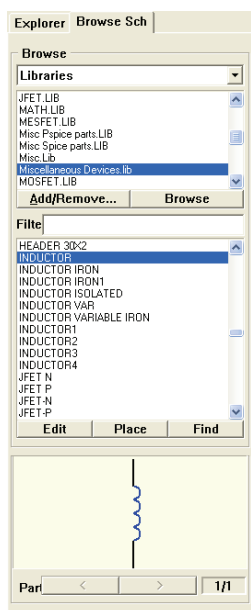
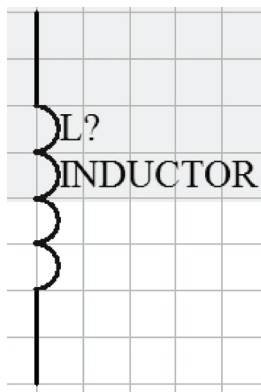

图 4-116 选择元件
图 4-117 放置元件
(13) 放置电感元件。打开“Browse Sch”选项卡，在当前元件库名称栏选择“Miscellaneous Devices.Lib”，选择元件 INDUCTOR，如图 4-116 所示。单击 **Place** 按钮，放置 1 个电感元件在原理图纸上，如图 4-117 所示。